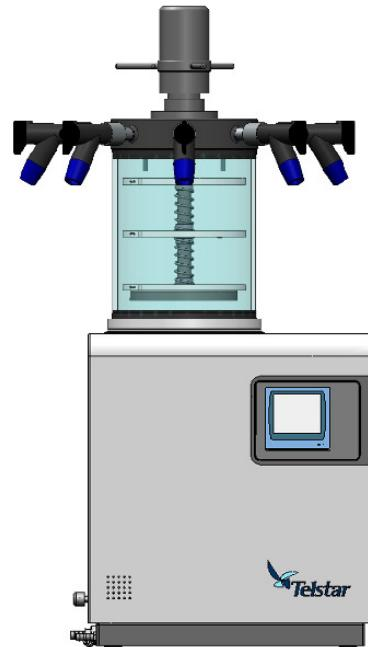

Fig. 6
- **En el exterior del condensador**: Está recomendado cuando la cantidad de producto permite cargar las tres placas. Se recomienda congelar el producto en el interior del condensador, ya que esto permite tener las placas calefactables frías y realizar rampas de calefacción desde temperaturas negativas. Una vez congelado el producto, hay que extraer el castillo de placas del condensador y montarlo en la cámara (ver Fig. 6). También se puede cargar un producto que haya sido congelado en otro equipo. El equipo permite programar recetas (ver apartado 10) de manera que se puede realizar un ciclo de liofilización completo sin tener que realizar ninguna acción manual, una vez el producto ya está congelado y la cámara montada.